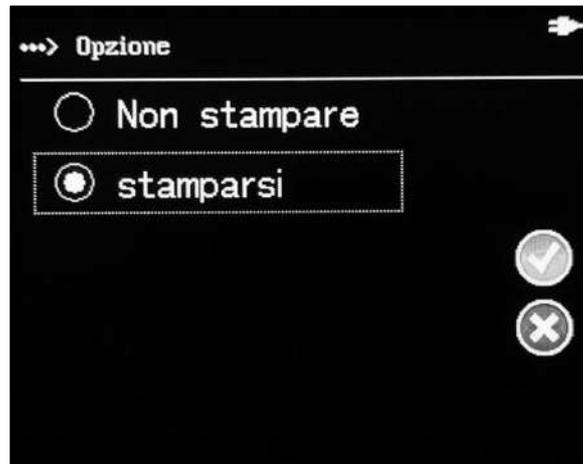

Fig. 18
- Selezionare “**Opzione (Option)**”, ci sono le opzioni “**No stampa (Not Print)**” e “**Stamparsi (Print)**”, quando si seleziona “**Stamparsi (Print)**” la stampante stamperà il rapporto automaticamente dopo ogni test, quindi cliccare  per salvare o  per abbandonare le modifiche. (Rif Fig 18)